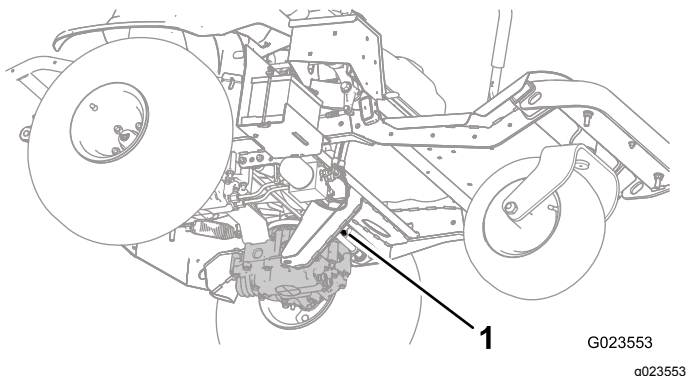
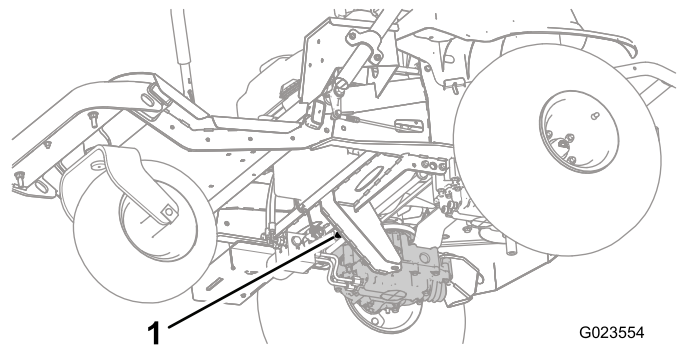
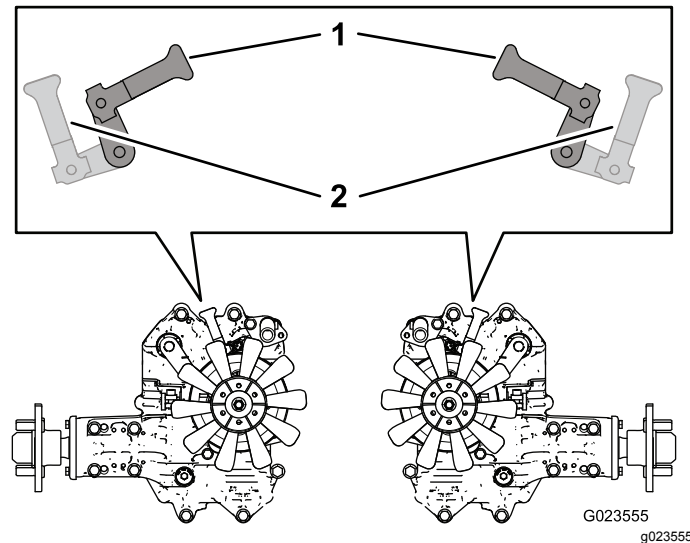

Figura 27
Figura 28
Figura 29
2. Da sotto la macchina, ruotate le leve delle valvole di bypass (Figura 27 e Figura 28) in modo che siano rivolte all'interno, verso il centro della macchina (Figura 29) e disinserite il freno di stazionamento; fate riferimento a Uso del freno di stazionamento (pagina 21).
3. Quando avete terminato di spingere o trainare la macchina, ruotate le leve delle valvole di bypass in modo che siano rivolte verso la parte anteriore della macchina, per poterla nuovamente guidare (Figura 29).